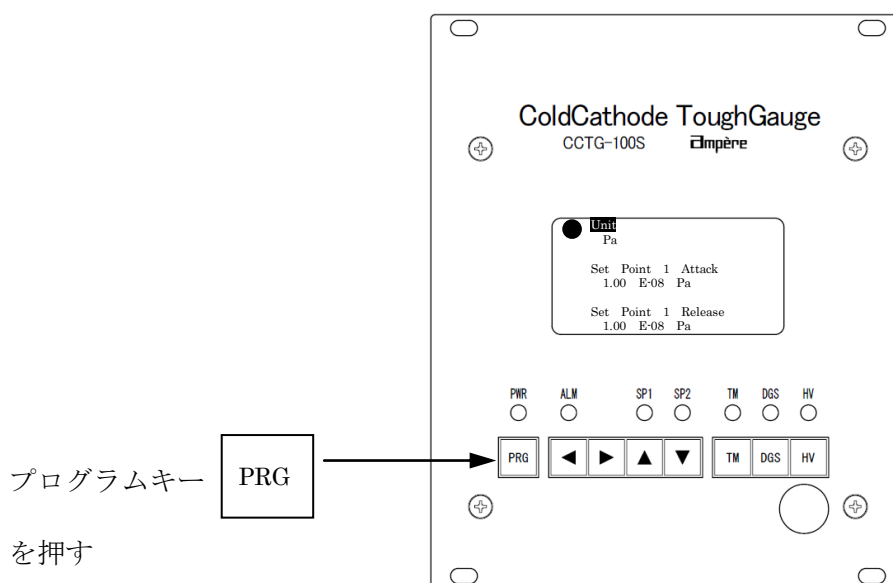

図 31 設定モード開始
- (3) 変更したい設定値を選択したら、“▲” キー（図 3－⑪）または “▼” キー（図 3－⑫）を押して設定値を変更します。（「図 31 設定値変更」参照）